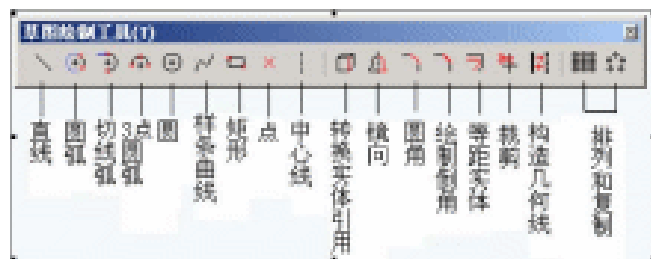

图 1-1 草图绘制工具
(1) 单击草图绘制工具栏上的草图绘制，或选择【插入】|【草图绘制】命令。
(2) 这时会出现一个“草图绘制工具(T)”工具栏(如图 1-1 所示)，同时将“基准面 1”作为默认基准面。